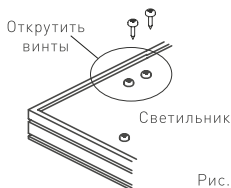

Рис. 1
1. Открутите 2 винта на светильнике, как показано на Рис. 1.